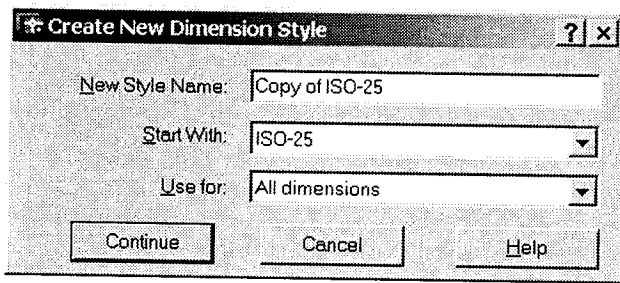

Рис. 8.2
Після натиснення у вікні **Dimension Style Manager** кнопки **New** відкривається діалогове вікно **Create New Dimension Style** (рис. 8.2).
4. У полі введення **New Style Name** діалогового вікна **Create New Dimension Style** (див. рис. 8.2) введіть ім'я стилю, наприклад, **GOST**. У списку **Use For** виберіть пункт **All dimensions**, а у списку **Start With** — **ISO-25**. Натисніть кнопку **Continue**.
18. У полі введення **New Style Name** діалогового вікна **Create New Dimension Style** (див. рис. 8.2) введіть ім'я стилю, наприклад, **Diameter**. У списку **Use For** виберіть пункт **Diameter dimensions**, а у списку **Start With** — **GOST**. Натисніть кнопку **Continue**.